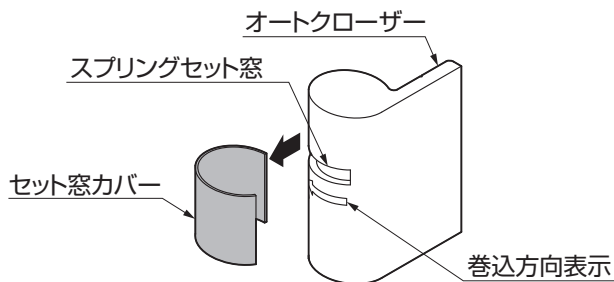
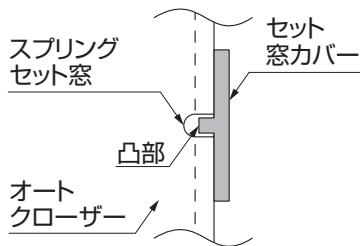

図5-4
図5-5
- ⑥ スプリングセット窓にセット窓カバー裏の凸部が納まるように、セット窓カバーを取付けてください。(図5-4、図5-5参照)